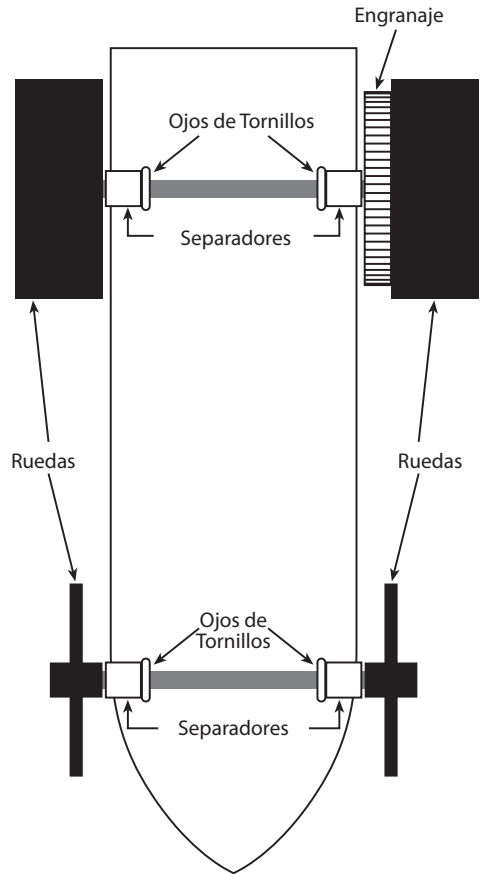

Figura 2
11. Empuja el engranaje de tracción en el extremo del eje hasta que esté ajustado contra la rueda. Añada un separador contra el engranaje. Sostenga el auto de manera que la parte inferior del tablero del chasis quede mirando hacia arriba y el extremo posterior esté hacia usted. Desde el lado izquierdo, empuja el extremo del eje a través de los dos ojos de tornillo que están en la línea del eje trasero (Figura 2 en la página siguiente). Cuando des la vuelta el carro, la rueda y el engranaje estarán en el lado derecho.
12. Coloque otro espaciador en el extremo del eje. Empuje la otra rueda trasera en el eje (Figura 2). Para que las ruedas giren correctamente, asegúrese de que las piezas de la rueda y del eje no estén demasiado apretadas entre sí.
13. Coloca el otro eje en una de las ruedas delanteras. Sigue con un separador y luego empuja el eje a través de los dos ojos de tornillo delanteros. Sigue con otro separador y la otra rueda delantera (Figura 2). Nuevamente, asegúrese de que las piezas no estén demasiado apretadas. Si alguna de las ruedas roza el chasis, corte los separadores un poco más largos y reemplace los antiguos.